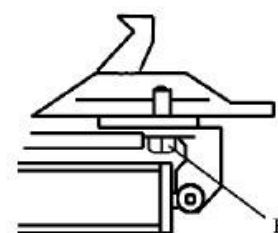

Fig 10
Remarque : Après les 20 premiers jours d'utilisation, resserrez les **vis de fixation (B)** sous le plateau tournant (Fig 10)